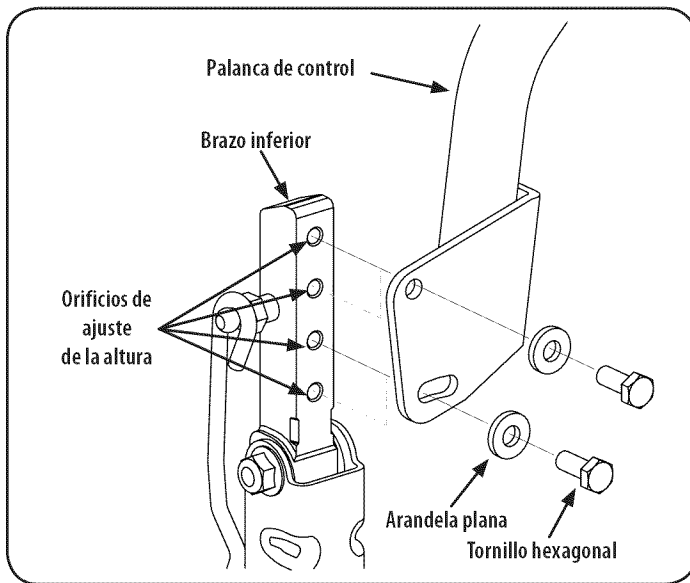

Figura 28
2. Mientras sostiene la palanca de control para evitar que caiga, quite el tornillo hexagonal y la arandela plana de la base de la palanca de control y del brazo inferior. Consulte la Figura 28.
1. Afloje el tornillo hexagonal si aún no lo aflojaron y rote la palanca de control hacia adelante o hacia atrás a la posición deseada. Vea la Figura 28.
5. Tire de los pasadores de liberación de la plataforma hacia afuera y ubique la plataforma según sea necesario para alinear los orificios de los brazos de elevación de la plataforma con los pasadores. Refer a Figura 28.